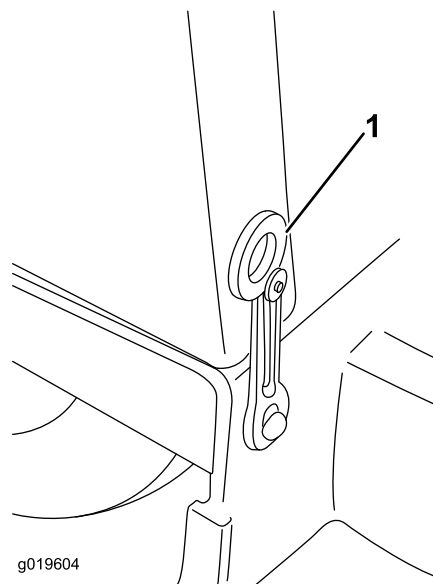

Figura 15
2. Desenganche los cierres de la cubierta (Figura 15) y retire la cubierta.